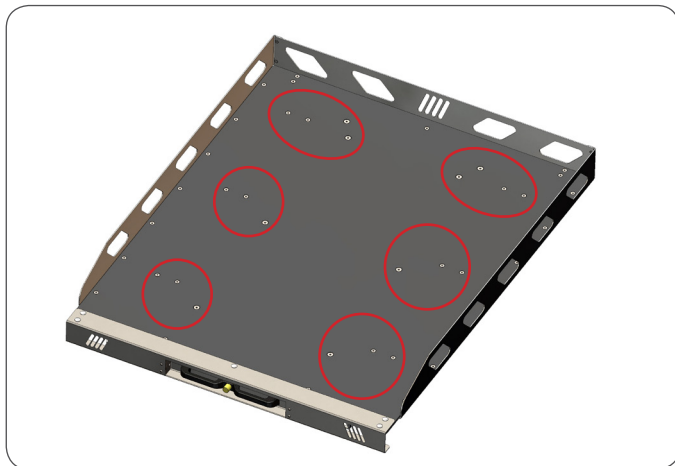

Abb. 02: Schrauben lösen um Deckplatte abzunehmen / loosen those bolts to unmount cover plate
**Korrosionsschutz (Abb.02):**